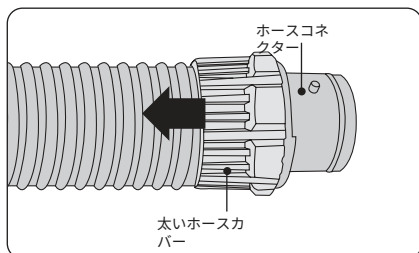

図1
- ① 太いホースカバーを回し、ホースコネクターから外します。（図1）